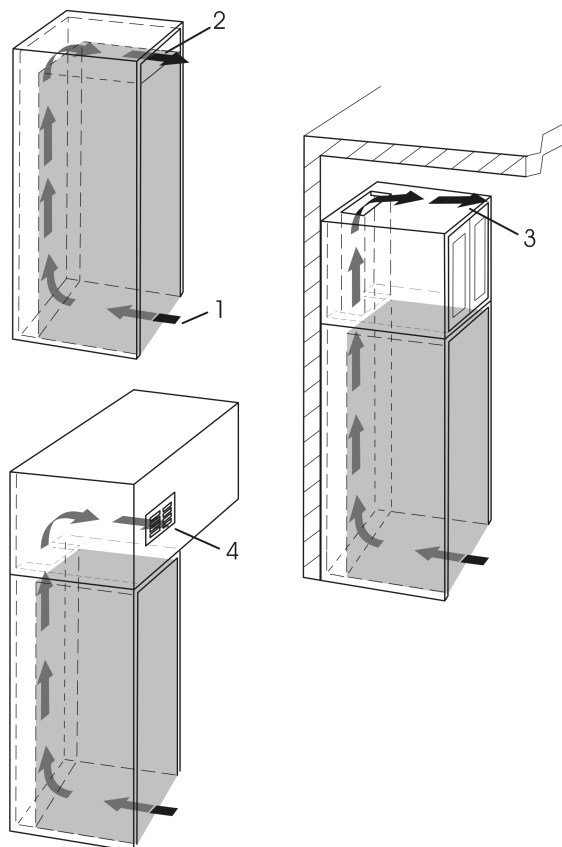

Fig. 7
- Debe haber disponible una sección de ventilación adecuada de al menos 31 pulg² (200 cm²) por unidad en la toma de aire Fig. 7 (1) y la toma de aire Fig. 7 (2).
- En lugar de montar la sección de ventilación superior directamente sobre el aparato con una rejilla de aire opcional Fig. 7 (2), se puede instalar cerca del techo sobre el mueble Fig. 7 (3) o como rejilla para la salida del aire en un falso techo Fig. 7 (4).